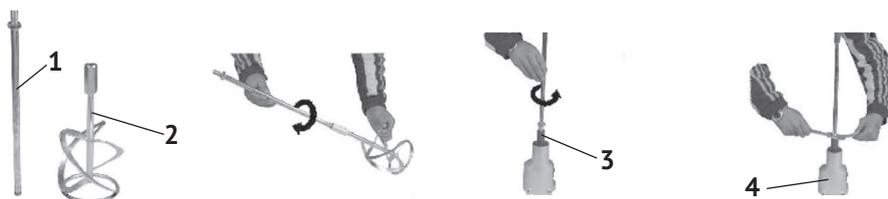

рис.2
- установить удлинитель в шпиндель (рис.2 поз.3), используя два ключа из комплекта поставки (одним ключом удерживать шпиндель, вторым закручивать